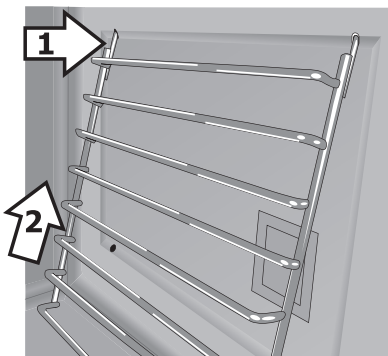

Figure 14 : Échelle de support - pattes supérieures
1. Maintenez le support légèrement incliné et insérez les pattes dans les trous supérieurs à l'intérieur du four (Figure 14).
2. Soulevez le support dans les trous du haut en alignant les pattes du bas avec les trous inférieurs (Figure 14).